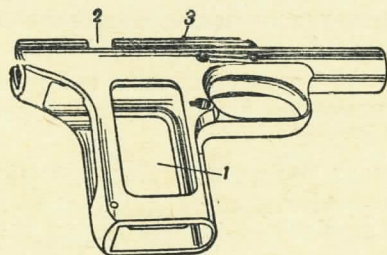

Рис. 55. Рамка:
**96. Рамка** (рис. 55) составляет одно целое с рукояткой пистолета и спусковой скобой. Она служит для соединения частей пистолета. Рамка имеет: на передней части — **жолоб**, в котором помещается возвратная пружина и двигается нижняя трубка кожуха затвора, **пазы** для помещения